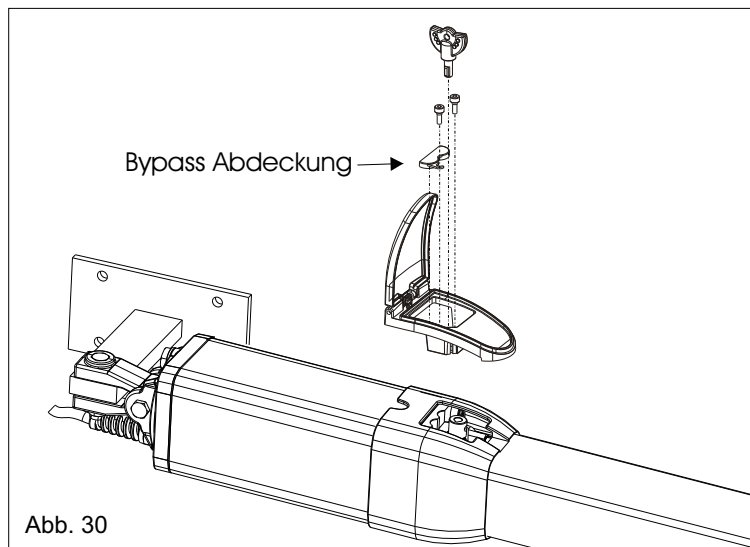

Abb. 30
**ACHTUNG:** Erst nach Beendigung aller Installationsarbeiten, Montage der Kolbenabdeckung und Eichung der Bypass Schrauben kann die Montage der Plastikentriegelung (wie in Abb. 30) durchgeführt werden.